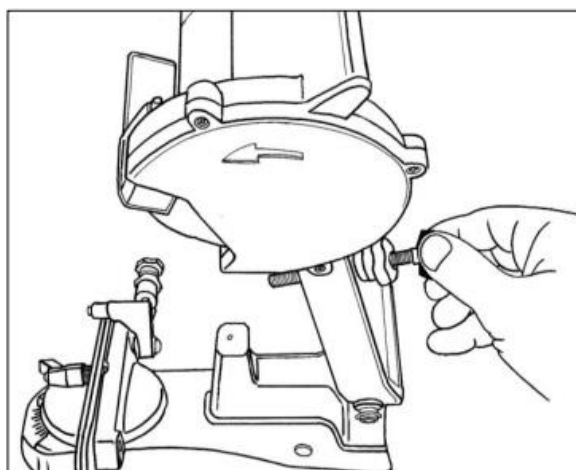

Рис.8 Регулировка глубины заточки
- Отрегулируйте глубину заточки зуба (рис.8).